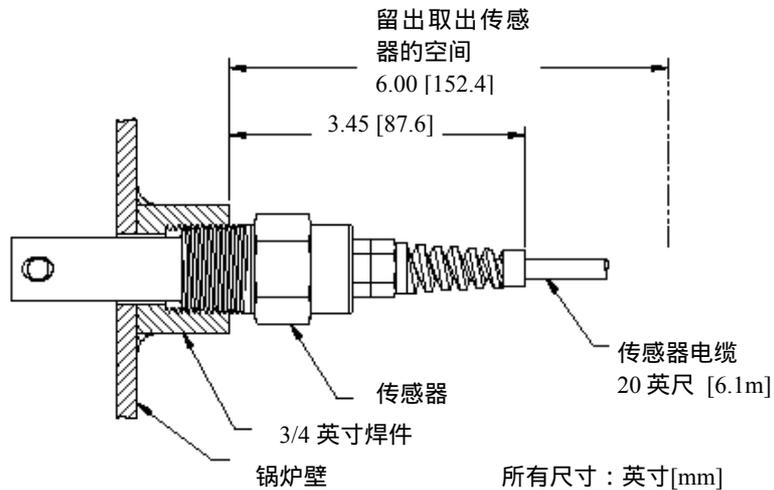

图 2-2 用焊件将传感器安装到容器壁上
- 将传感器插入到管道流体中,以使过程液体可以直接接触到传感器的尾部(如图 2-2)。
1. 参考图 2-2，将 3/4 英寸 NPT 焊件安装到容器壁中。